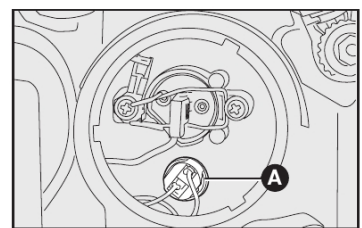

fig. 31
- 2) Puxar o porta-lâmpada **A-fig. 31** para retirá-la de sua sede;